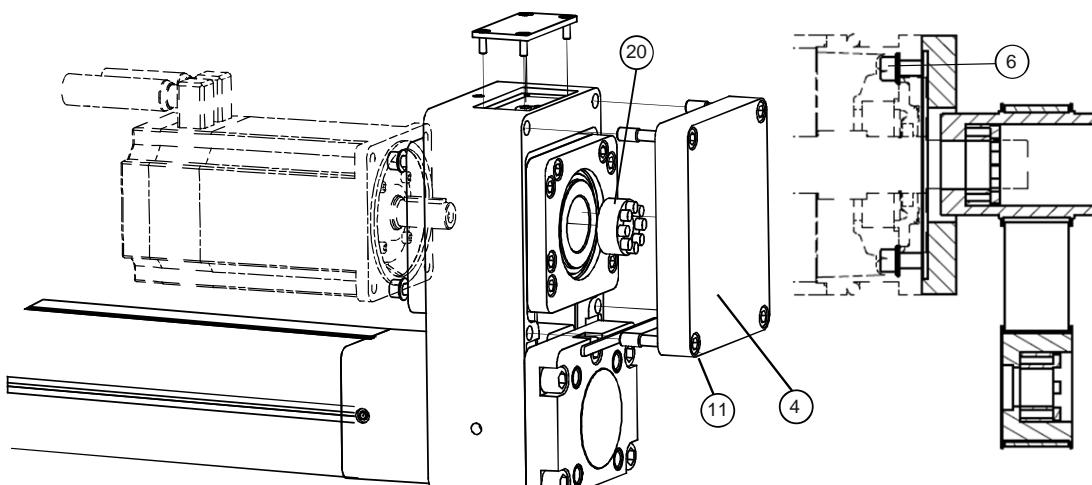
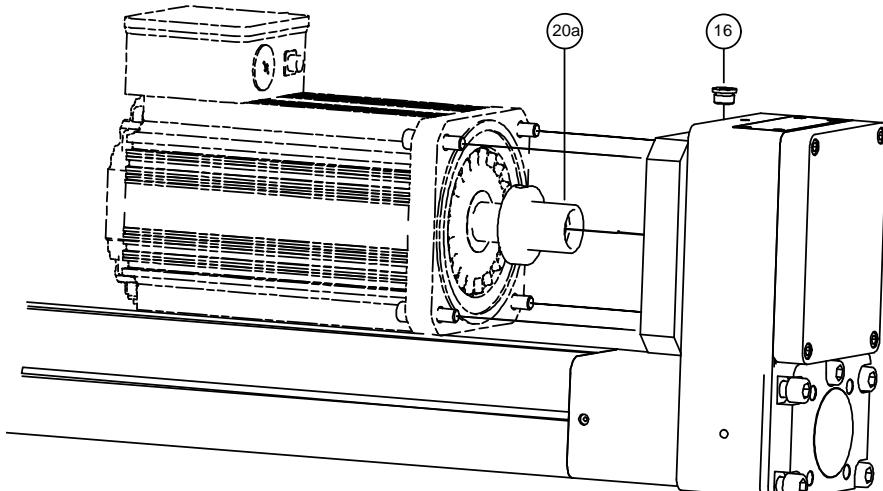

Abbildung 26: ETH1xx: Motor-Getriebemontage parallel
Abbildung 27: ETH1xx: Motor-Getriebemontage parallel mit K1M-Option
- ◆ Deckel (siehe Abbildung 26 Pos.4) und Schrauben (siehe Abbildung 26 Pos.11) demontieren.
- ◆ Alle Spannschrauben der Spannbuchse (siehe Abbildung 26 Pos.20) lösen (ca. 3 mm).
bei K1M-Antriebsoption: Spannlement (siehe Abbildung 27 Pos.20a) über flanschseitige Montagebohrung lösen. Dazu zunächst die Verschlusschraube (siehe Abbildung 27 Pos.16) und anschließend die Druckschraube des Spannlements lösen.
- ◆ Befestigungsschrauben des Motors lösen (siehe Abbildung 26 Pos.6).
- ◆ Spannsatz (siehe Abbildung 26 Pos.20 & Abbildung 27 Pos.20a) entnehmen.
- ◆ Alle Spannschrauben der Spannbuchse (siehe Abbildung 26 Pos.20) lösen (ca. 3 mm) und Spannbuchse aus der Hohlwelle entfernen.
Bei K1M-Antriebsoption: Spannelement (siehe Abbildung 27 Pos.20a) über flanschseitige Montagebohrung lösen, Spannelement nicht entfernen. Dazu zunächst die Verschlusschraube (siehe Abbildung 27 Pos.16) und anschließend die Druckschraube des Spannlements lösen.
bei K1M-Antriebsoption: Spannelement (siehe Abbildung 27 Pos.20a) motorseitig in Hohlwelle einführen und bis an den äußeren Anschlag schieben.
- ◆ Spannbuchse (siehe Abbildung 26 Pos.20) in die Hohlwelle einlegen und bis an den inneren Anschlag schieben (nicht bei K1M-Antriebsoption).
- ◆ Danach Spannschrauben der Spannbuchse (siehe Abbildung 26 Pos.20, siehe Abbildung 27 Pos.20a) stufenweise und gleichmäßig (in 3 Umläufen mit 1/3, 2/3 und dem ganzen Anzugsmoment) über Kreuz anziehen, bis das Schraubenanzugsmoment (siehe Tabelle 2) erreicht wird.
- ◆ Deckel (siehe Abbildung 26 Pos.4) und Schrauben (siehe Abbildung 26 Pos.11) montieren.
- ◆ ETH100 & ETH125 Motor-/Getriebemontage: Nun muss der Motor / das Getriebe montiert (siehe Seite 39) werden. Hierbei müssen die Schrauben, Abbildung 29, Pos 7 weiterhin leicht gelöst bleiben. Nach der Motor-/Getriebemontage und vor dem stufenweisen End-Anziehen der Klemmbuchse (siehe Abbildung 26 Pos 20; Abbildung 27 Pos 20a) sind die vier Schrauben, siehe Abbildung 29 Pos7, vollständig anzuziehen (Schrauben-Anzugsmomente siehe Tabelle 3).